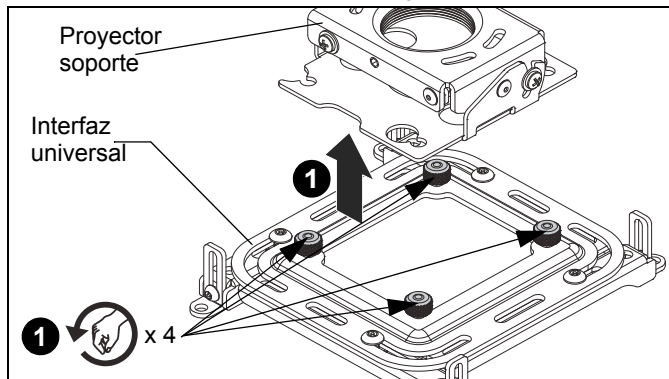

Figura 8
1. Afloje (pero NO retire) los cuatro tornillos de ajuste manual en la interfaz universal, y retire el soporte para proyector de la interfaz universal. (Consulte Figura 8)